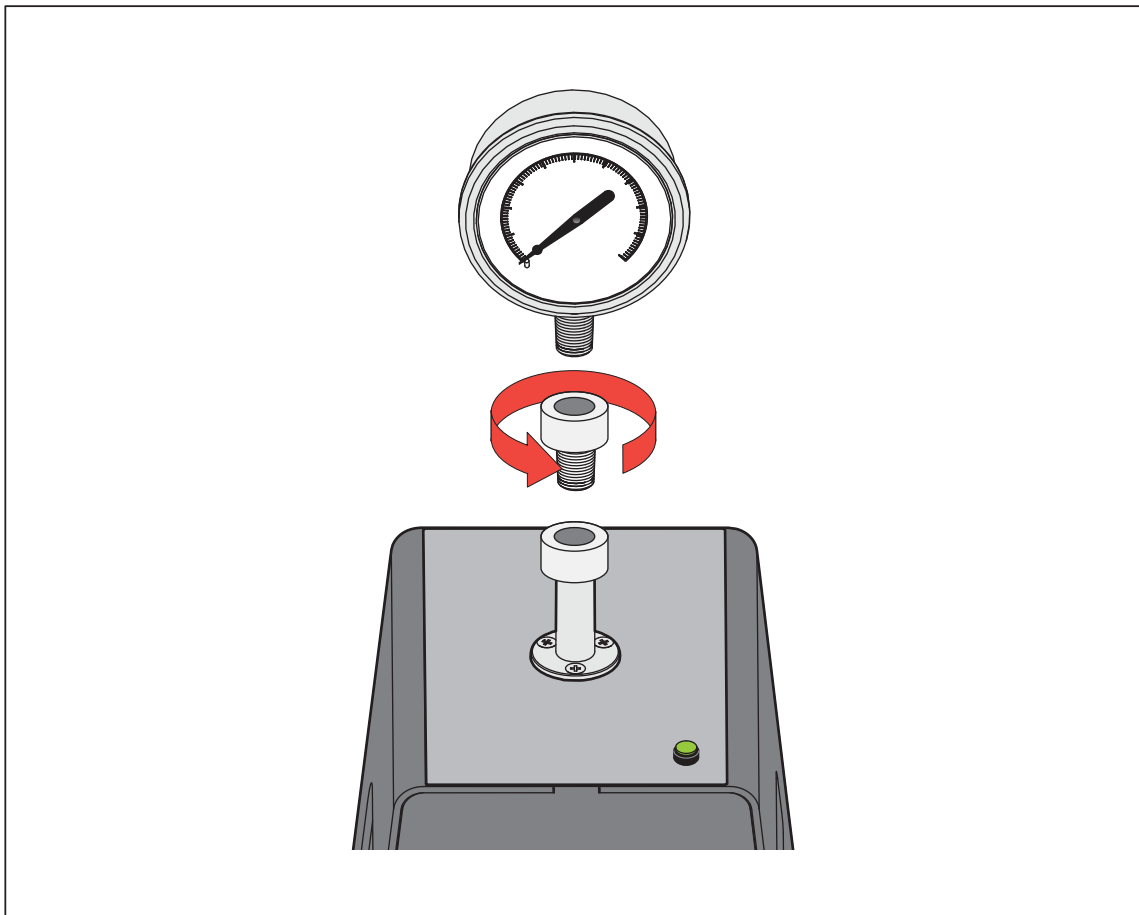

Figura 18. Atornillado del adaptador de medición
1. Atornille el adaptador de medición adecuado en la UUT, consulte la Figura 18.